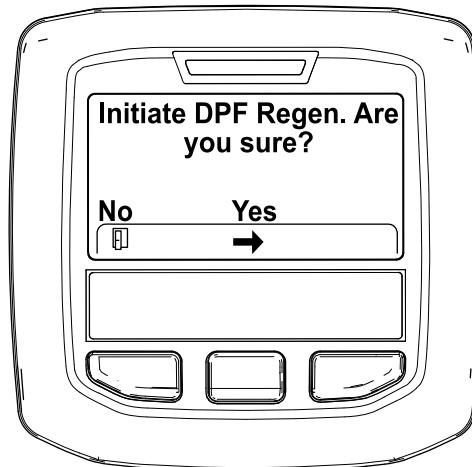

Figura 32
4. Quando viene visualizzato il messaggio "Initiate DPF Regen. Are you sure?" (Inizializzare Rigen. FAP?) premete il pulsante centrale (Figura 32).